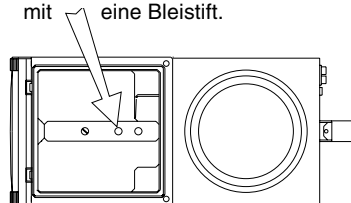

Abb. 4
6. Wenn die Kontrolleuchte nicht aufleuchtet, dan befindet sich noch Luft im system. Bitte überprüfen Sie die Wasserbehälter auf eventuelle Luftblasen (Abb. 4) und entfernen Sie diese. Z.B. mit eine Bleistift.